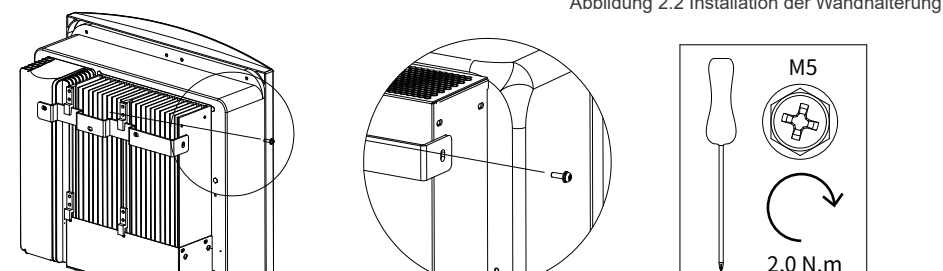

Abbildung 2.3 Wandmontage vom Wechselrichter
- Heben Sie den Wechselrichter an und richten Sie die hintere Halterung des Wechselrichters mit dem Vorsprung der Montagehalterung aus. Hängen Sie den Wechselrichter an die Montagehalterung und stellen Sie sicher, dass er sicher ist (siehe Abbildung 2.3).